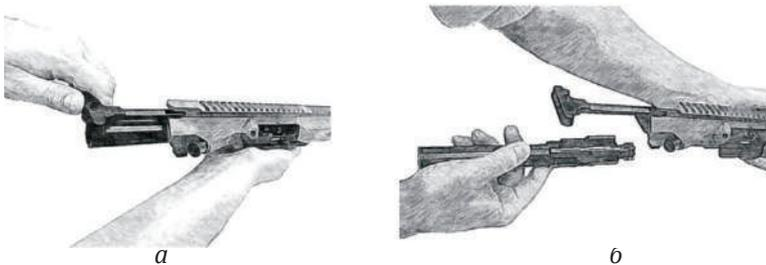
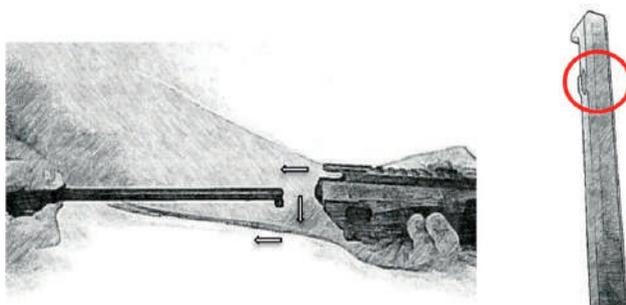

Рис. 14. Від'єднання затворної рами із затвором у зборі
Рис. 15. Від'єднання важеля перезарядження
3. Від'єднати затворну раму із затвором у зборі, для чого, тримаючи верхню раму однією рукою, другою взятись за важіль перезарядження і відтягнути його назад (рис. 14а). Витягнути затворну раму в зборі із затвором (рис. 14б), після чого витягнути важіль перезарядження, вивівши його із направляючих пазів (рис. 15).